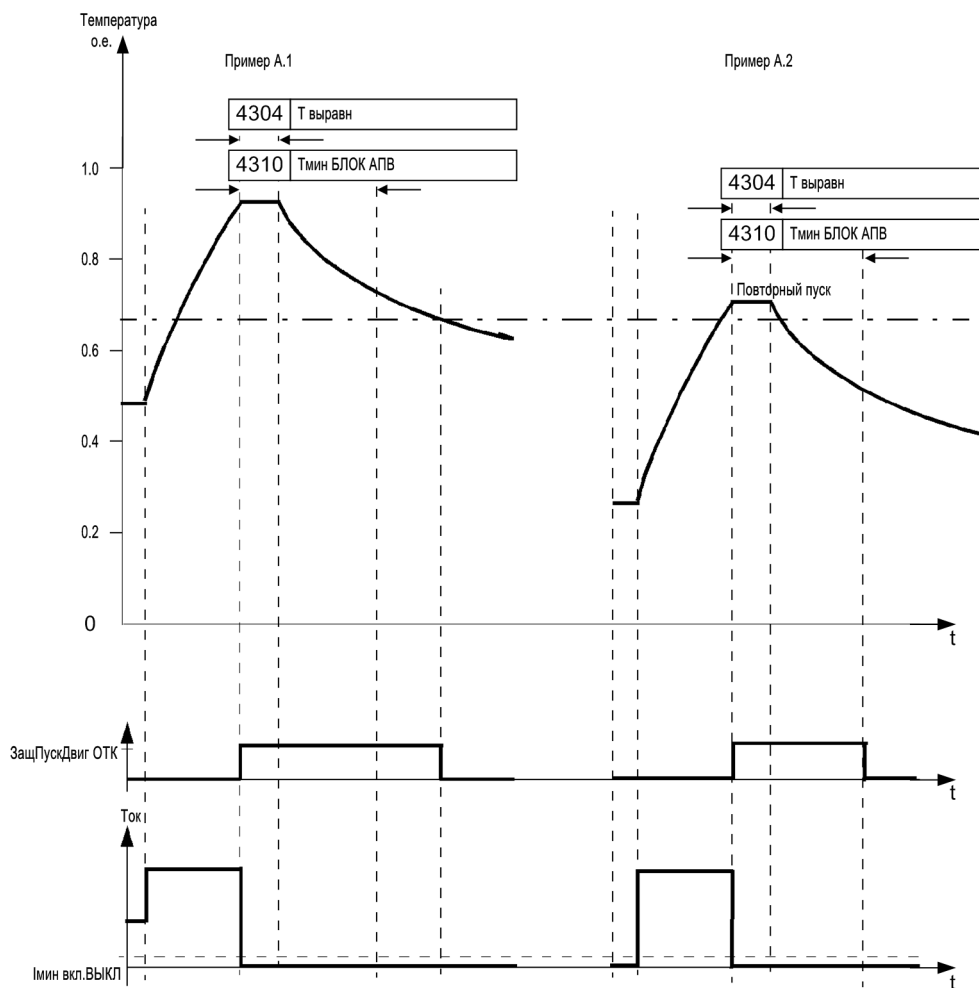

Рисунок 2-57 Пуски в соответствии с примерами В.1 и В.2
1. Пуск переводит машину из рабочего нагрузочного диапазона в температурный диапазон намного выше теплового предела повторного пуска и машина останавливается. Запускается минимальное время запрета и время выравнивания и выдается сообщение „**ЗащПускДв ОТК**“. Температура становится ниже предела перезапуска за время более чем **4310** и **Тмин БЛОК АПВ** и **4304 Т выравн**, поэтому время снижения температуры ниже температурного предела является определяющим фактором для снятия сообщения „**ЗащПускДв ОТК**“. Тепловая кривая остается "замороженной" пока не закончится набор времени (см. рисунок 2-57, слева).
2. Пуск переводит машину из рабочего нагрузочного диапазона в температурный диапазон немного выше теплового предела повторного пуска и машина останавливается. Запускается минимальное время запрета и время выравнивания, выдается сообщение „**ЗащПускДв ОТК**“. Несмотря на то, что температура вскоре становится ниже предела повторного пуска, блокировка „**ЗащПускДв ОТК**“ сохраняется до тех пор, пока не истечет время выравнивания и минимальное время запрета (см. рисунок 2-57, справа).